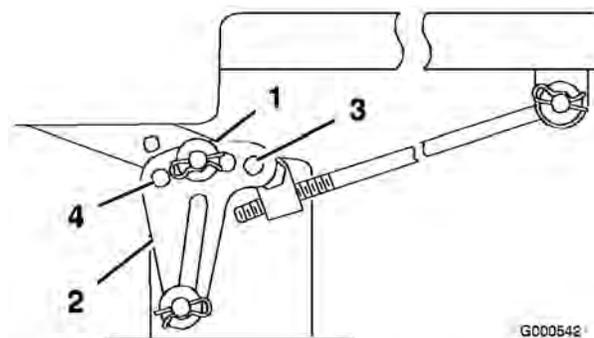

Figure 42
6. Enlevez la goupille fendue et la rondelle de l'une des pattes de mise à niveau (Figure 42).
7. Pour mettre les lames de niveau, fixez les pattes de mise à niveau dans un autre trou à l'aide de la rondelle et de la goupille fendue (Figure 42). Utilisez un trou plus en avant pour réduire la hauteur de ce côté, ou un trou plus en arrière pour l'augmenter. Réglez les deux côtés selon les besoins.